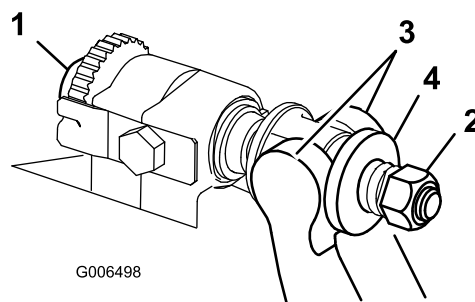

Figure 24
1. Tournez les vis de réglage de la barre d'appui dans le sens antihoraire pour éloigner la contre-lame du cylindre (Figure 24).
2. Faites sortir l'écrou de tension du ressort jusqu'à ce que la rondelle ne soit plus tendue contre la barre d'appui (Figure 24).